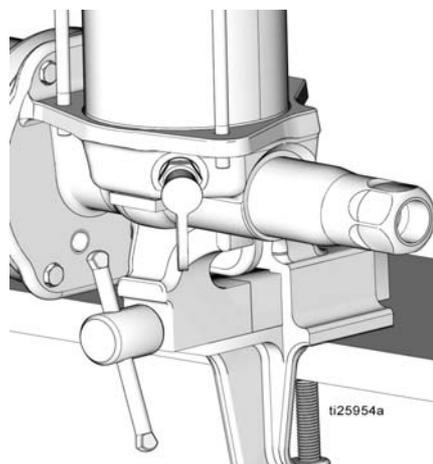

FIG. 11
6. Bloccare la base della pompa in una morsa come mostrato in FIG. 11. Utilizzare una morsa a ganasce morbide o coprire con un panno le ganasce della morsa per proteggere la superficie della base della pompa.